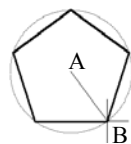

图 2.2.7 选定正多边形中心点
Step3. 在命令行 **指定正多边形的中心点或 [边(E)]** 的提示下，选取绘图区中的某一点——点 A 作为正多边形的中心点，如图 2.2.7 所示。